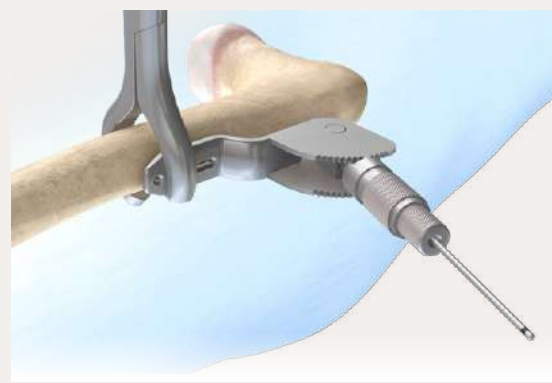

FIGURE 32 : Si désiré, insérer la broche-guide initiale en utilisant un guide-broche angulaire
- 3 **Remarque :** La patte du guide-broche angulaire, réglable ou fixe, doit être apposée sur la diaphyse fémorale et fixée avec un davier osseux ou maintenue en position (Figure 32). Pour le guide-broche angulaire réglable, tirer la molette et pivoter le tube pour correspondre à l'angle calculé. Le guide peut ne pas être apposé sur la corticale latérale du grand trochanter. Le cas échéant, utiliser une légère pression pour avancer la broche-guide. Une pression excessive peut provoquer une incurvation de la broche.